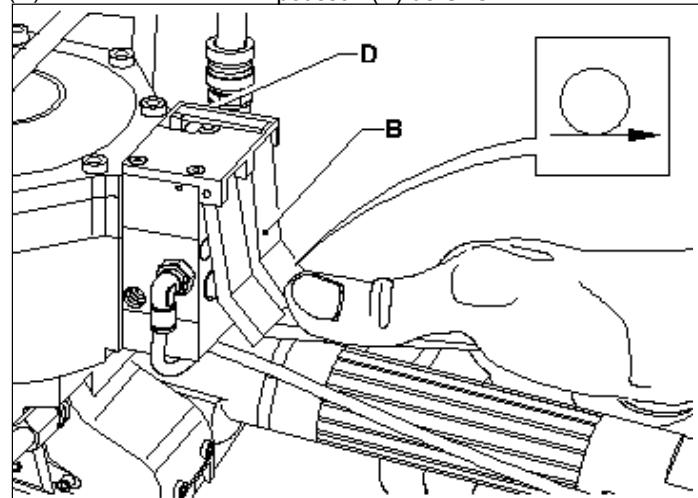

FIG. 5
- Premere e rilasciare subito la levetta (B) per tendere la reggia che si tenderà automaticamente fino a termine corsa (fig.5).
- Press and immediately release lever (B) for strap stretching, which will automatically stretch until the end of the stroke (fig. 5).